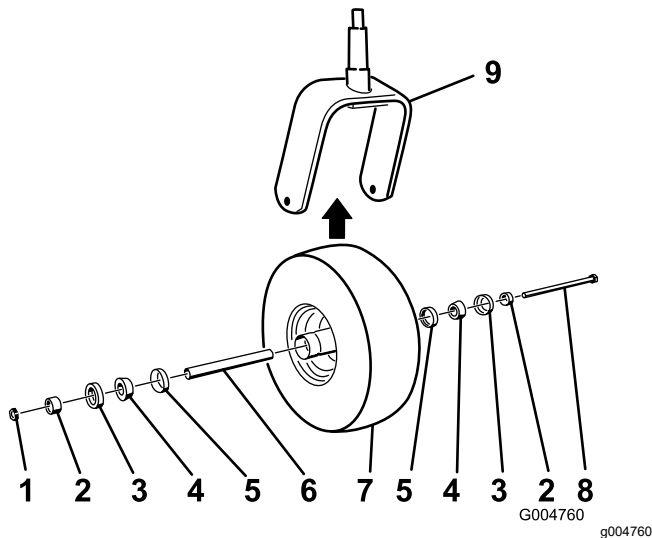

Figura 48
2. Retire la contratuerca del perno (Figura 48).
5. Ensamble la rueda giratoria presionando los cojinetes cónicos y las juntas, llenos de grasa, sobre el cubo de la rueda, según se muestra en la Figura 48.